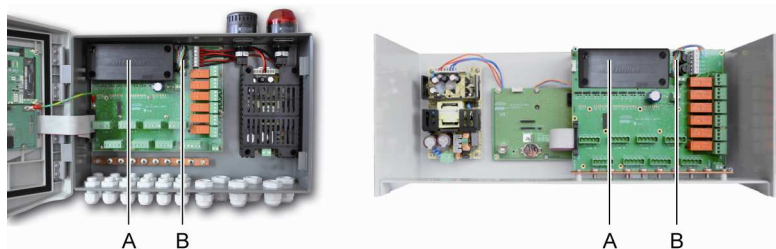

Abbildung 28 : Einbau des Akkublocks
1. Positionieren und befestigen Sie den Akkublock (Abbildung 28, A) an dem markierten Platz mit Hilfe der 4 mitgelieferten Schrauben.
2. Verbinden Sie den Akkus mit dem hierfür vorgesehenen Anschluss (Abbildung 28, B). Der Anschlussstecker ist codiert und kann nur in korrekter Weise verbunden werden.